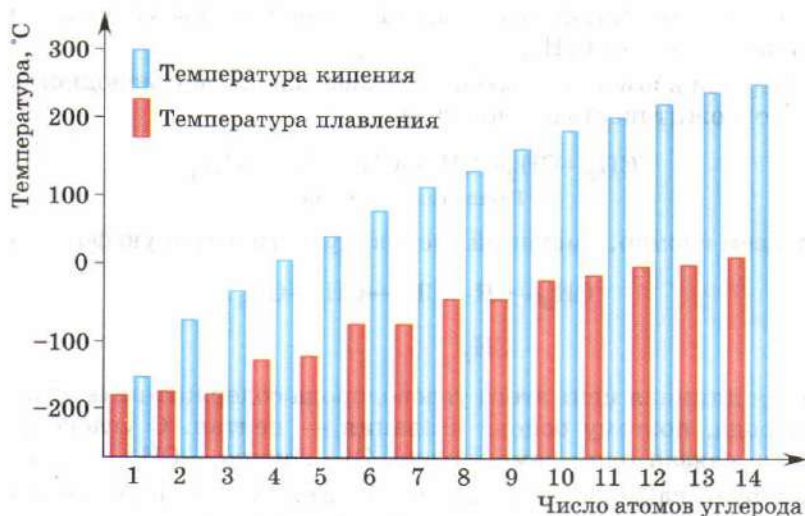

Рис. 175. Зависимость температуры плавления и кипения нормальных алканов от числа атомов углерода
водит к последовательному росту температуры плавления и кипения (рис. 175).
10. Используя рисунок 175, расположите формулы CH_4 , H_2O , $\text{C}_{17}\text{H}_{36}$, C_5H_{12} в порядке возрастания температуры плавления веществ.